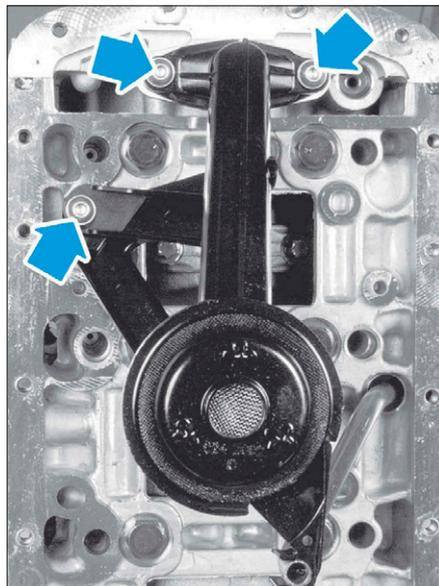

FIG. 13
- les vis de fixation de la crépine (Fig.13).